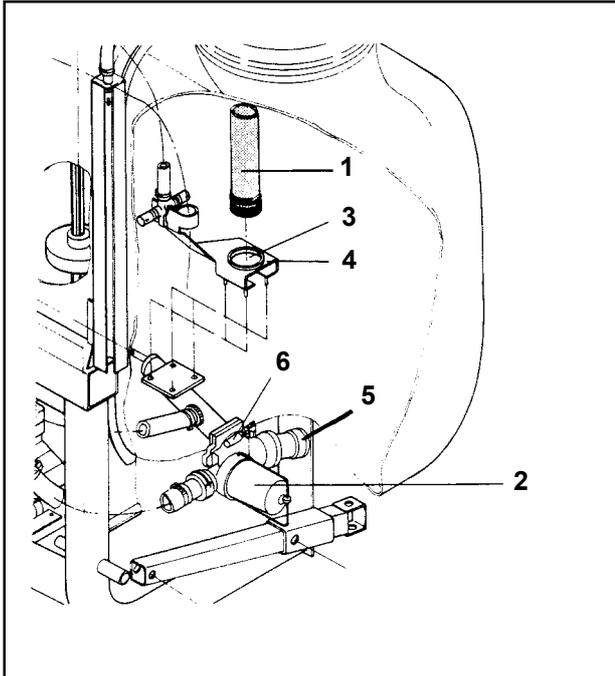

Fig. 12.4
Empfohlen wird der Harnstofffilter (Fig. 12.4/1), damit beim Einfüllen von Harnstoff keine ungelösten Düngerteilchen in den Ansaugbereich gelangen und den Filterhahn (Fig. 12.4/ 2) unter Umständen zusetzen.
- Entfernen des Stopfens aus der Einschrauböffnung (Fig. 12.4/ 3) im Behältersumpf.
- Einschrauben des Harnstofffilters durch Rechtsdrehung in Fuß (Fig. 12.4/ 4).
- 2 - Schnellkupplung. Anschließen an Ansaugstutzen (Fig. 12.4/ 5) von Filterhahn.
- Bedienungshebel (Fig. 12.4/ 6) am Filterhahn in Position "Füllen".